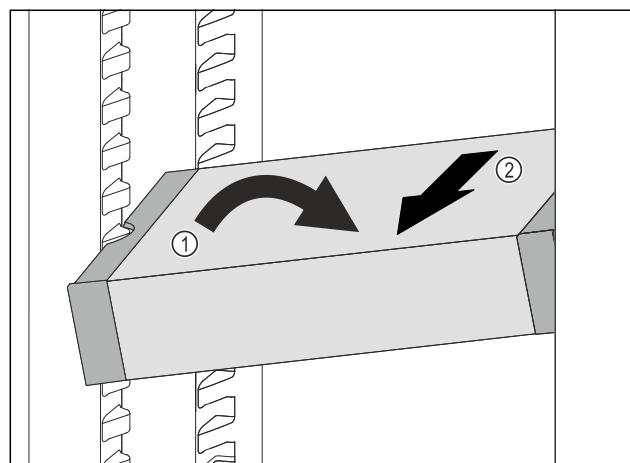

Fig. 66
- Наклонете VarioSafe в хладилната част. Fig. 66 (1)
- Извадете VarioSafe напред. Fig. 66 (2)